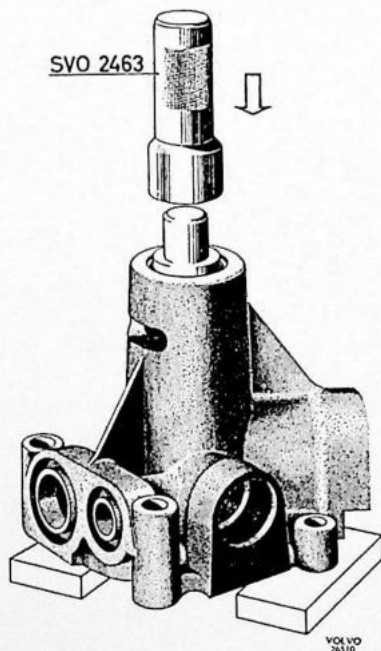

Fig. 2-105. Demontage van de as met schoep
3. Zet de pomp onder een pers. Breng het stempel SVO 2463 aan op de buitenring van het lager en pers de as, het lager en de schoep eruit. Zie Fig. 2-105.
1. Pers de as en het lager in het huis met stempel SVO 2463 op dezelfde manier als Fig. 2-105 laat zien en diep genoeg, zodat de borgveer in zijn groef gemonteerd kan worden. Breng de borgveer aan.